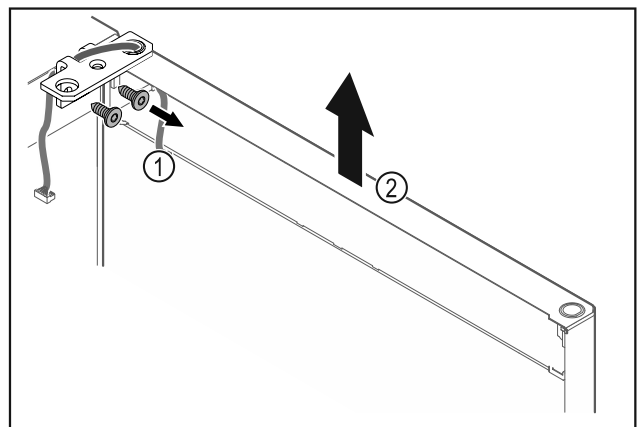

Fig. 23
- Lironi vidat e profilin të menteshës Fig. 23 (1).
- Ngrini drejt lart derën së bashku me profilin e menteshës Fig. 23 (2) rreth 200 mm dhe hiqeni.